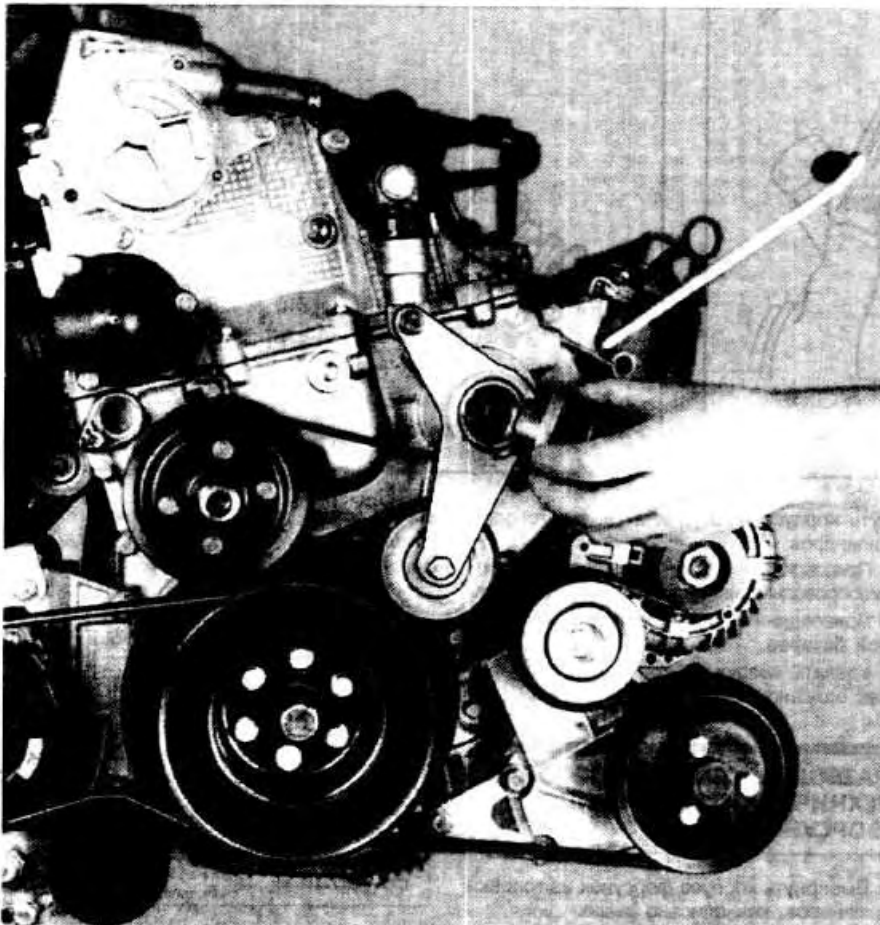

Рис. 3-7. Снятие заглушки натяжителя ремня привода вспомогательных агрегатов
- вывернуть заглушку натяжного устройства ремня привода агрегатов (рис. 3-7);